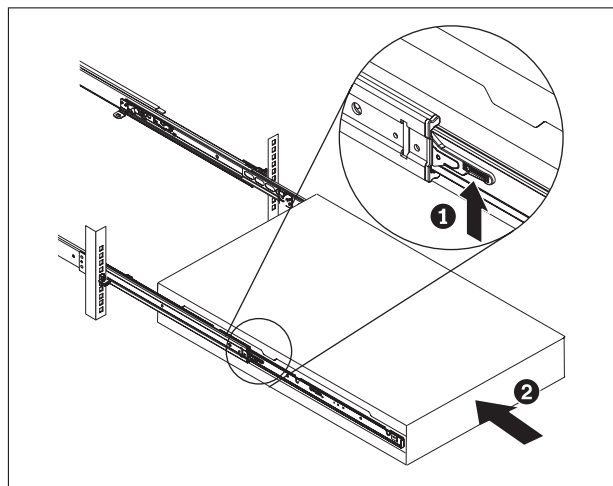

Figura 11. Deslice el dispositivo en el bastidor
6. Deslice el dispositivo en el bastidor, tal como se muestra en la Figura 11 en la página 21.